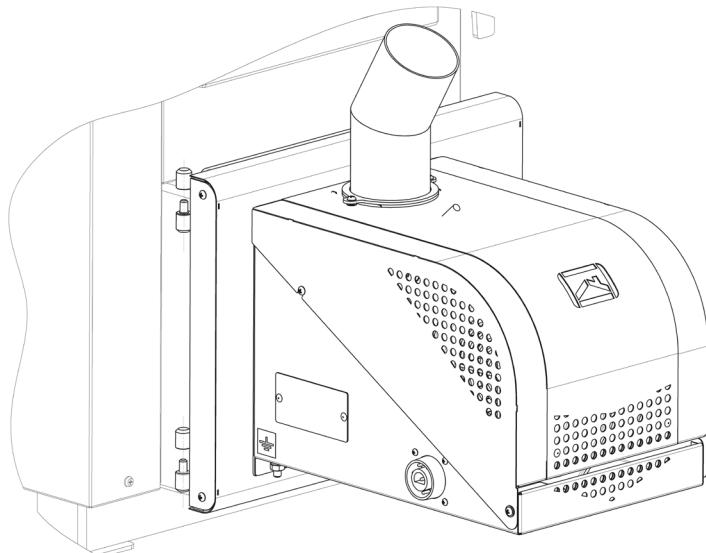

Рисунок 6
5. Установить горелочное устройство, при помощи болта с квадратным основанием и полуокруглой головкой и зафиксировать гайкой с фланцем (рис.6)